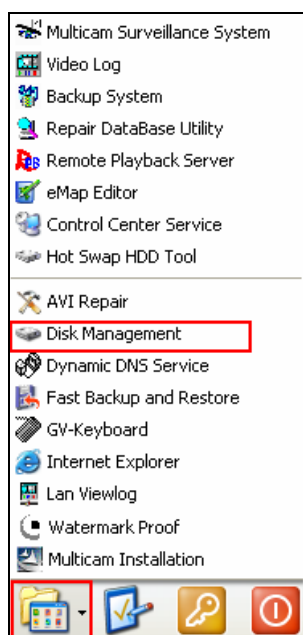

Figura 43
- A. Andare su GV-Desktop, fare clic sul pulsante **Programs (programmi)**, quindi selezionare **Disk Management (Gestione disco)**. Vedere figura 43.